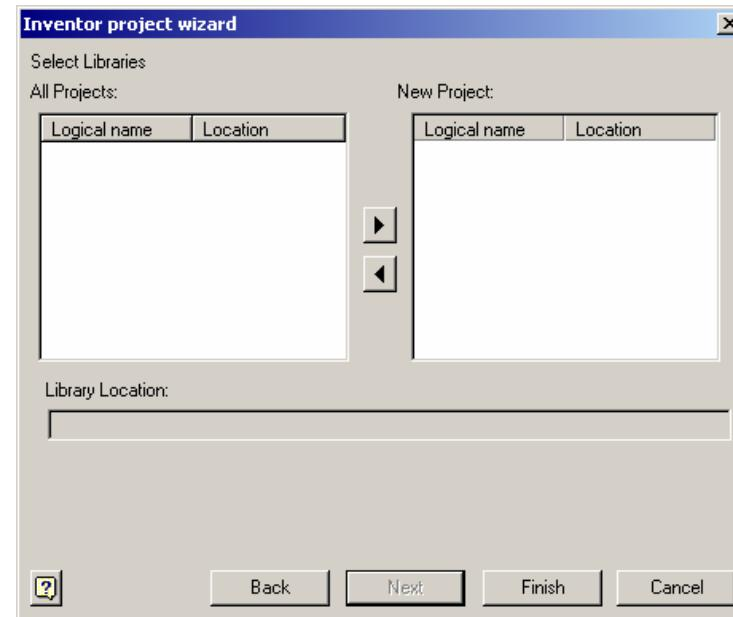

Figura 1.4.5.
- c) specificarea librăriilor utilizate de proiect – procedura se desfășoară prin intermediul ferestrei **Inventor project wizard**, figura 1.4.5.